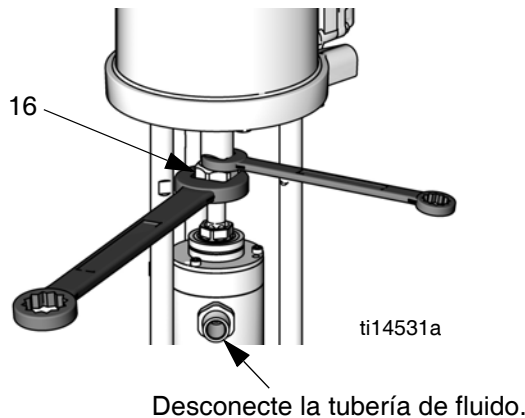

FIG. 26. Procedimiento para aflojar la tuerca de acoplamiento
2. Desconecte la tubería de fluido de la salida de la bomba. Vea la FIG. 26.
3. **Bombas Merkur:** desmonte el blindaje de la barra de acoplamiento (26).